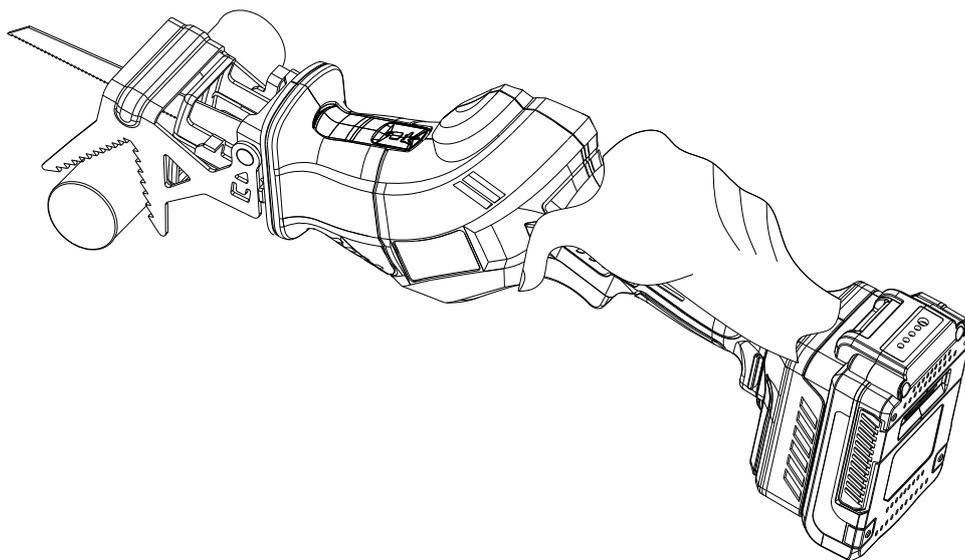

Рис.14
- В) Используя фиксатор (рис. 14):